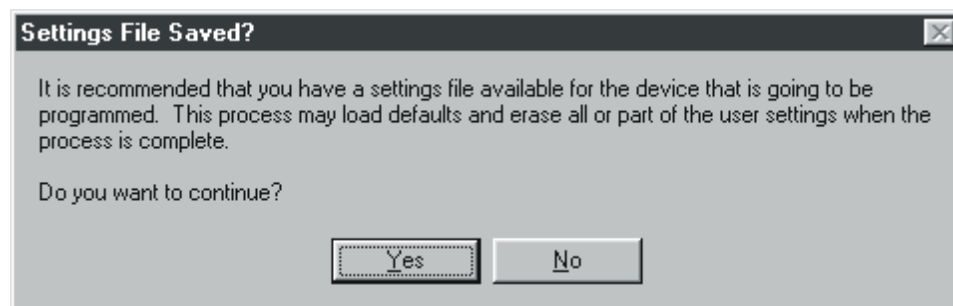

图 5-24.. 设定值文件提醒对话框
5. 单击 **Start Transfer Data** 按钮，继续下一步，出现如图 5-24 所示的对话框，建议你把 DECS-100 的设定值保存到一个文件中，这样在更新 DECS-100 的嵌入软件后可以中心载入。